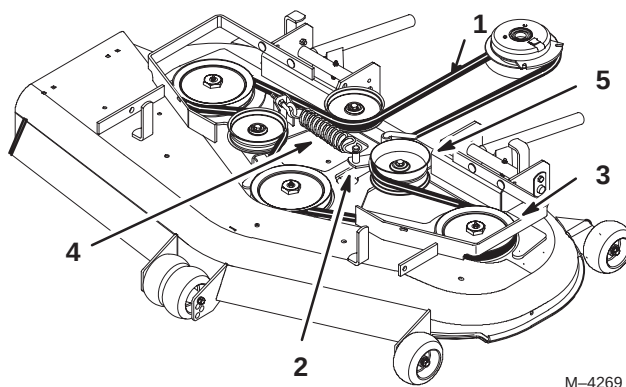

Figure 65
4. Déposez la courroie. Commencez à la poulie extérieure et tournez la courroie pour la déposer (Fig. 65).
7. Remettez la poulie folle en place et installez la courroie sur les autres poulies (Fig. 65).